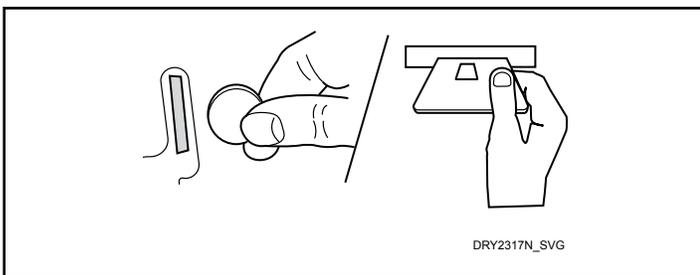

Figure 7
7. Pour les modèles à pièces uniquement, effectuer le paiement. Se reporter à la Figure 7.